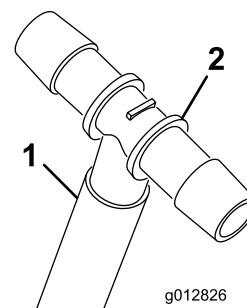

図 16
A. 短いホースにクランプを通してから、ホースの端にT字フィッティングを取り付ける 図 16。